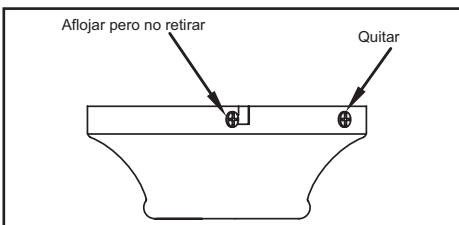

Figura 6
2. Retira la placa de montaje de la cubierta aflojando los cuatro tornillos de la parte superior de la misma. Quitá los dos tornillos sin ranura y afloja los tornillos ranurados. Esto te permitirá retirar la placa de montaje (Figura 6).
2. Retira la placa de montaje de la cubierta aflojando los cuatro tornillos de la parte superior de la misma. Quita los dos tornillos sin ranura y afloja los tornillos ranurados. Esto te permitirá retirar la placa de montaje (Figura 6).